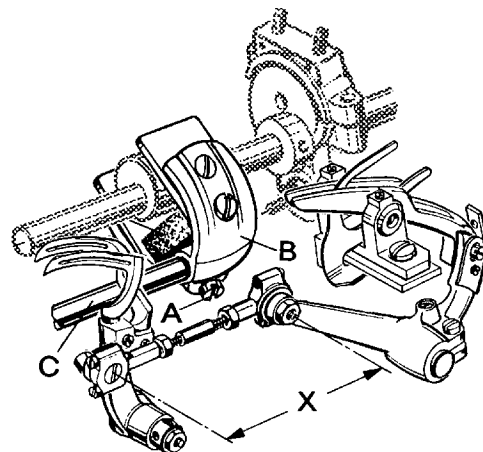

Fig. 11
Rotate handwheel in operating direction so that the looper moves from right to left. The looper point should pass the back of the needle as close as possible without bending it to the front. For adjustment loosen screw (A, Fig. 11) in the looper eccentric fork (B) and turn looper rocker shaft (C) on the looper rocker with looper forward or backward as required. Retighten screw (A).
Drehen Sie das Handrad in Nährichtung so, daß sich der Greifer von rechts nach links bewegt. Die Greiferspitze soll so dicht wie möglich hinter der Nadel vorbeigehen, ohne diese nach vorne wegzudrücken. Zur Einstellung lösen Sie die Schraube (A, Fig.11) in der Greiferexzentergabel (B) und schwenken die Greiferhebelwelle (C) am Greiferhebel mit Greifer nach Bedarf vor oder zurück. Ziehen Sie die Schraube (A) wieder an.